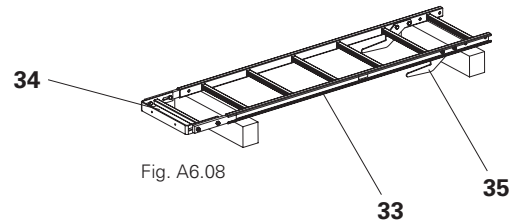

Fig. A6.08
6. Agganciare la base scala (**34**) e il gancio scala (**35**). (Fig. A6.08)